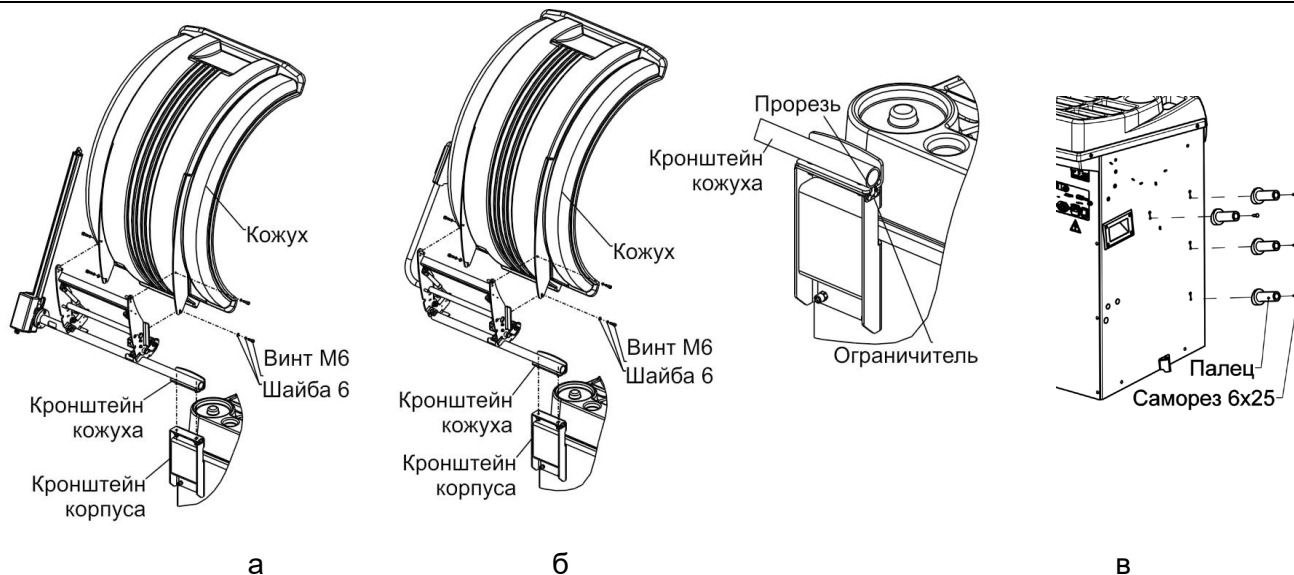

Рисунок 4.4
4.2.4 Кронштейн кожуха (рисунок 4.4 а) установить на кронштейн корпуса и зафиксировать гайками М8 с шайбами. При этом ограничитель необходимо совместить с прорезью, в кронштейне кожуха (рисунок 4.4 б).
Пальцы для размещения конусов и кронциркуля (рисунок 4.4 в) закрепить на корпусе станка с помощью саморезов 6x25.